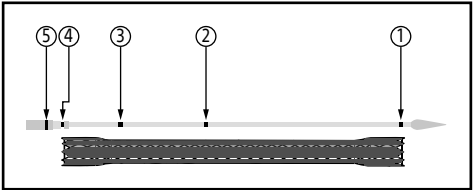

Figure 2. Système de mise en place et repères radio-opaques (RO)
Cinq repères radio-opaques (RO) facilitent le déploiement du stent sous radioscopie (Figure 2). Les deux repères RO situés sur le tube interne du système de mise en place permettent de repérer les extrémités du stent comprimé (Figure 2, n° 1 et n° 4). Deux autres repères RO sont positionnés entre ces repères RO. Un repère RO indique le point médian du stent (Figure 2, n° 2). Un repère RO sur le tube interne indique le point auquel toute compression supplémentaire du stent n'est plus possible (Figure 2, n° 3). Le cinquième repère RO visible à l'extrémité antérieure du tube externe indique le niveau de déploiement du stent (Figure 2, n° 5). L'extrémité et la gaine interne sont également radio-opaques, pour permettre le suivi radioscopique.